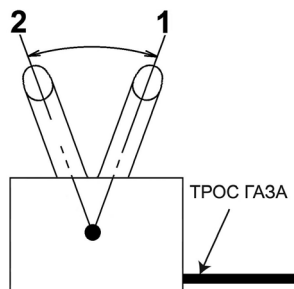

Рис. 13 Положения рычага газа
- Переведите рычаг газа 7 (Рис. 1) на 1/3 хода в сторону положения максимальных оборотов двигателя (Рис. 13).
1. Переведите двигатель в режим холостого хода, для этого переведите рычаг газа в положение 2 холостых оборотов двигателя (Рис. 13) и дайте двигателю поработать примерно 1 минуту.
5. Переведите рычаг газа в положение 1 максимальных оборотов двигателя (Рис. 13).